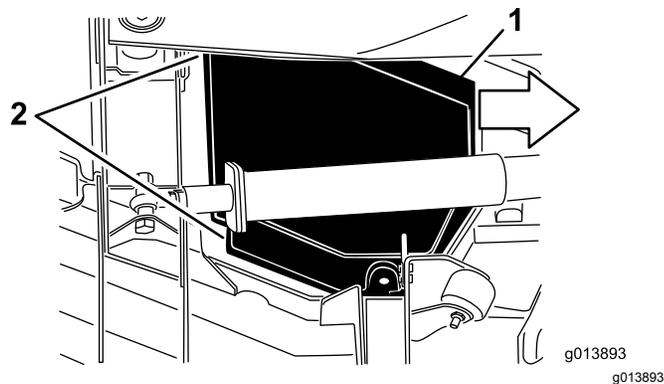

Figura 78
5. Sollevando il coperchio, fatelo scorrere verso il trattorino di circa 2,5 cm, per sganciare il bordo del coperchio esterno dal piatto (Figura 78).